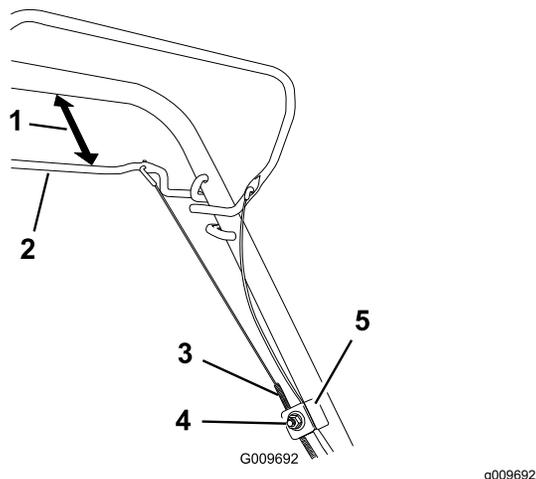

Figure 32
1. Desserrez l'écrou du support de guidage du câble (Figure 32).
2. Maintenez la barre de commande d'autopropulsion à une distance de 25 à 38 mm du guidon (Figure 32).
3. Tirez la gaine du câble vers le bas (vers la machine) pour éliminer le mou du câble (Figure 32).